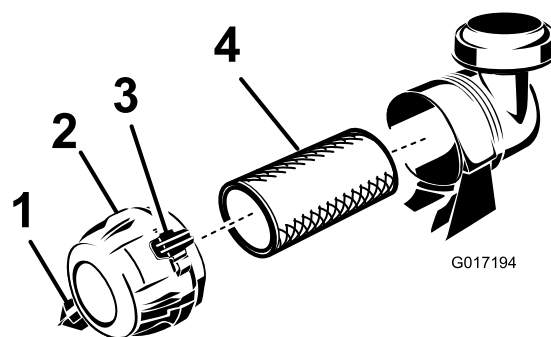

Figura 22
1. Puxe o trinco para fora e rode a cobertura do filtro de ar no sentido contrário ao dos ponteiros do relógio (Figura 22).
3. Faça deslizar o filtro para fora do corpo do filtro de ar (Figura 22), suavemente, para reduzir a quantidade de pó depositada no seu interior.
3. Limpe a porta de ejeção de sujidade que se encontra na tampa amovível (Figura 22).